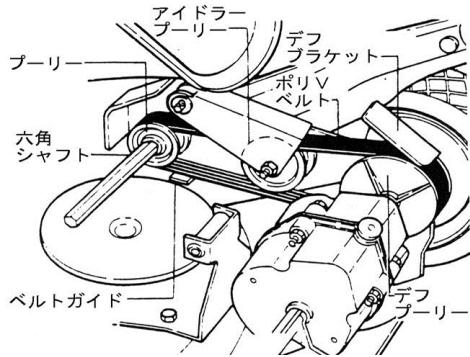

図 6-16
② ポリVベルトの交換
- ベルトを切断したり取り外す前に、ブーリー間のベルトの経路をメモしておきます。(図6-16)